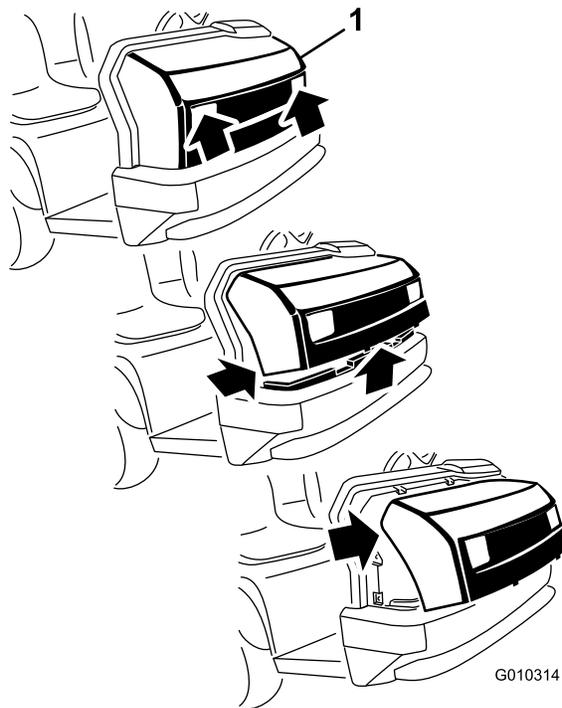

図 28
1. ヘッドライトの開口部でフードをつかみ、フードを持ち上げて、下側の取り付けタブをフレームの穴から外す 図 28。
2. フードの下側を手前に持ち上げて、上部の取り付けタブをフレームのスロットから引き抜けるようにする 図 28。
3. フードの上側を前に倒し、ヘッドライトからワイヤコネクタを抜く 図 28。
2. 上側の取り付けタブをフレームの穴に差し込む 図 28。
3. 下側の取り付けタブをフレームの穴に差し込む 図 28。